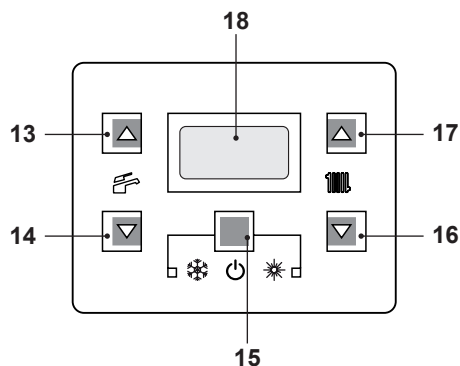
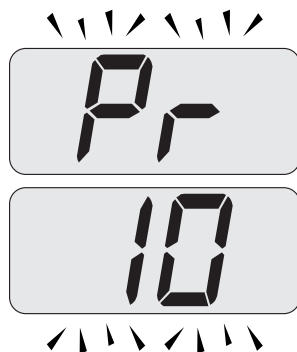

Figura 5.44
Figura 5.46
- Entre en la "modalidad de programación" pulsando simultáneamente durante 10 segundos los botones 15 - 16 - 17 (Figura 5.44) hasta que aparezcan en la pantalla LCD las letras **Pr** alternadas con el código **01**, que indican la entrada en el "parámetro 01" (Figura 5.45).
- Pulse simultáneamente los botones 15 y 17 (Figura 5.44) hasta que aparezca en la pantalla LCD el valor del parámetro 10 (30=180 segundos) (Figura 5.47).
- Desplace los parámetros mediante los botones 16 o 17 hasta que aparezcan en la pantalla LCD las letras **Pr** alternadas con el código **10**, que indican la entrada en el "parámetro 10" (Figura 5.46).
- Pulsando el botón 15 (Figura 5.44) se confirma el valor introducido.
- Pulsando simultáneamente los botones 16 (Figura 5.44) se sale sin modificar el valor (se vuelve a la lista de parámetros Figura 5.46).
- Pulsando simultáneamente durante 10 segundos los botones 15 - 16 - 17 (Figura 5.44) se sale de la "modalidad de programación".